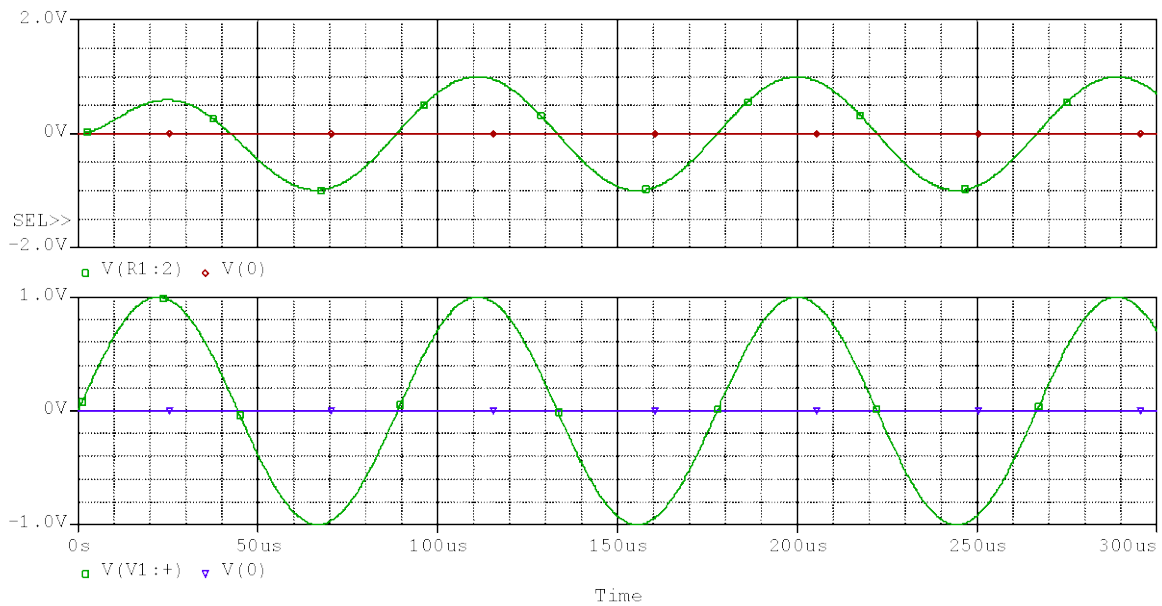

Рисунок 6.9 – Окремі діаграми вхідної напруги і напруги на резисторі
12. Відкрийте вікно *Add Traces*, відправте до рядка *Trace Expression* напругу резистора $V(R1:2)$, а також напругу $V(0)$ і натисніть на кнопку *OK* на підтвердження того, що вибрані вами величини мають бути відображені в новій, створеній системі координат (рис. 6.9).